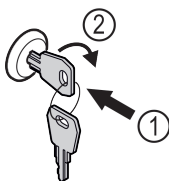

Fig. 170
- ▶ Вдавити ключ Fig. 170 (1).
- ▶ Повернути ключ на 90° за годинниковою стрілкою Fig. 170 (2).